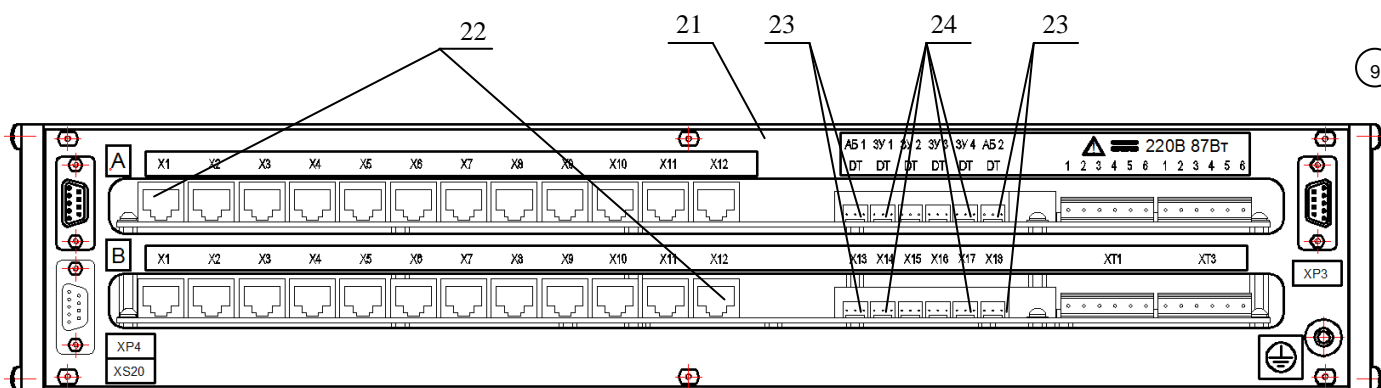
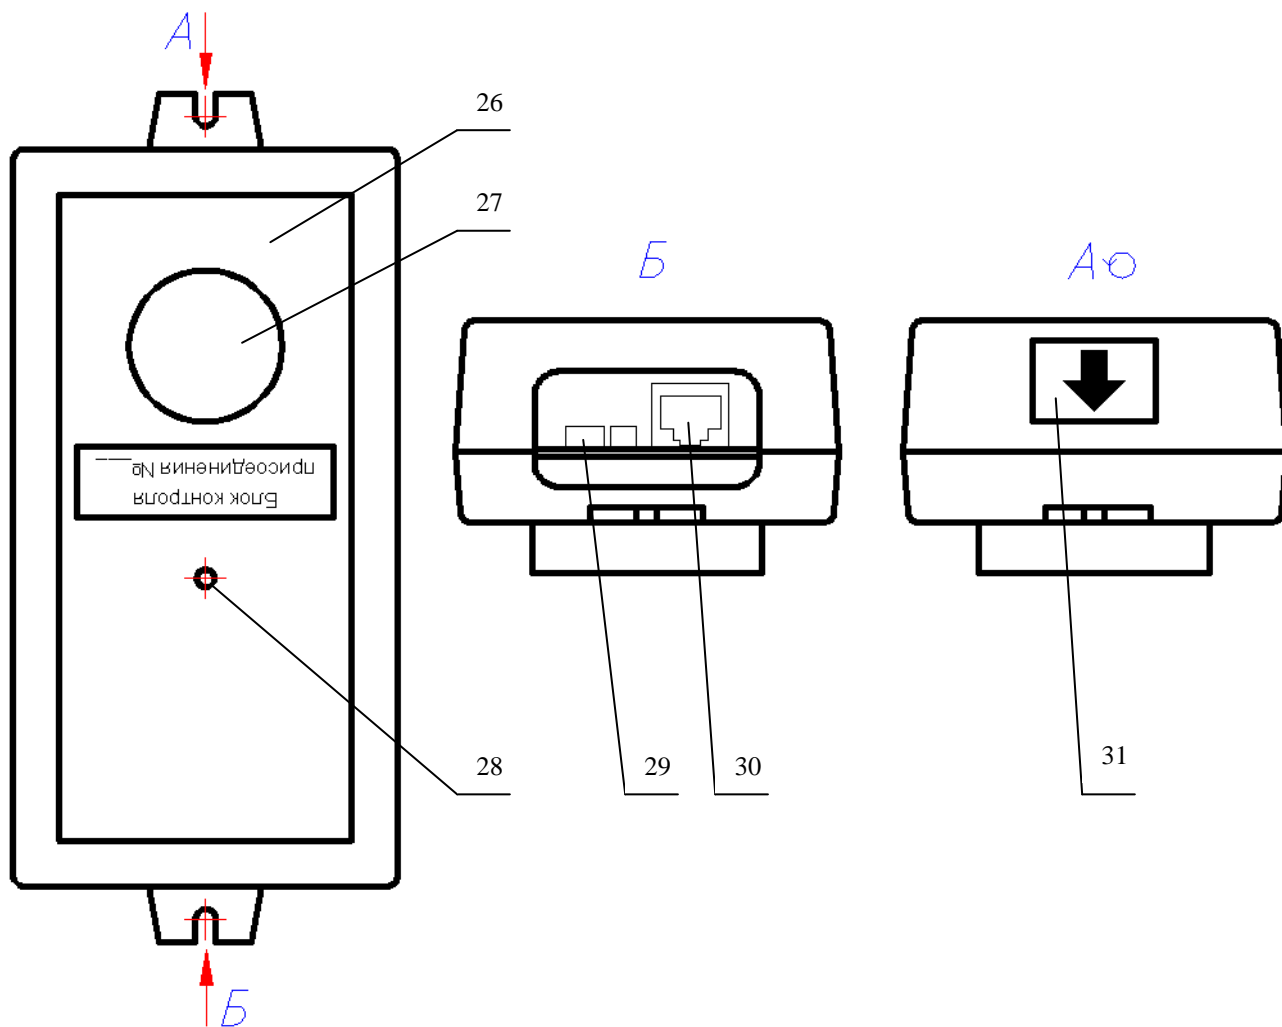
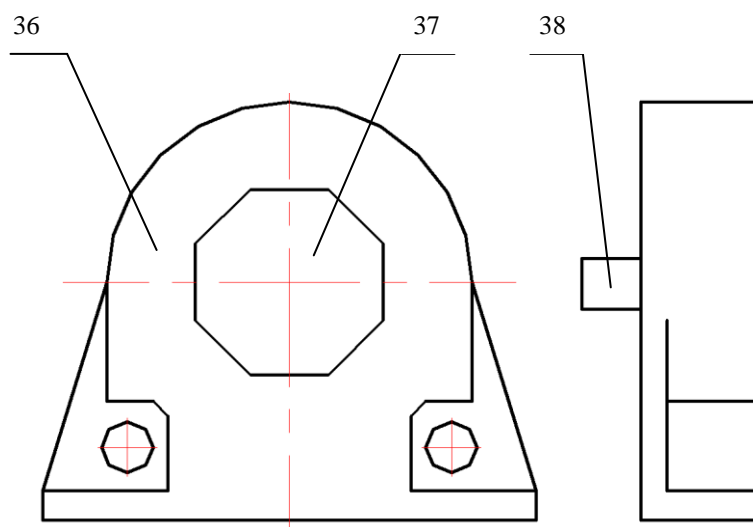
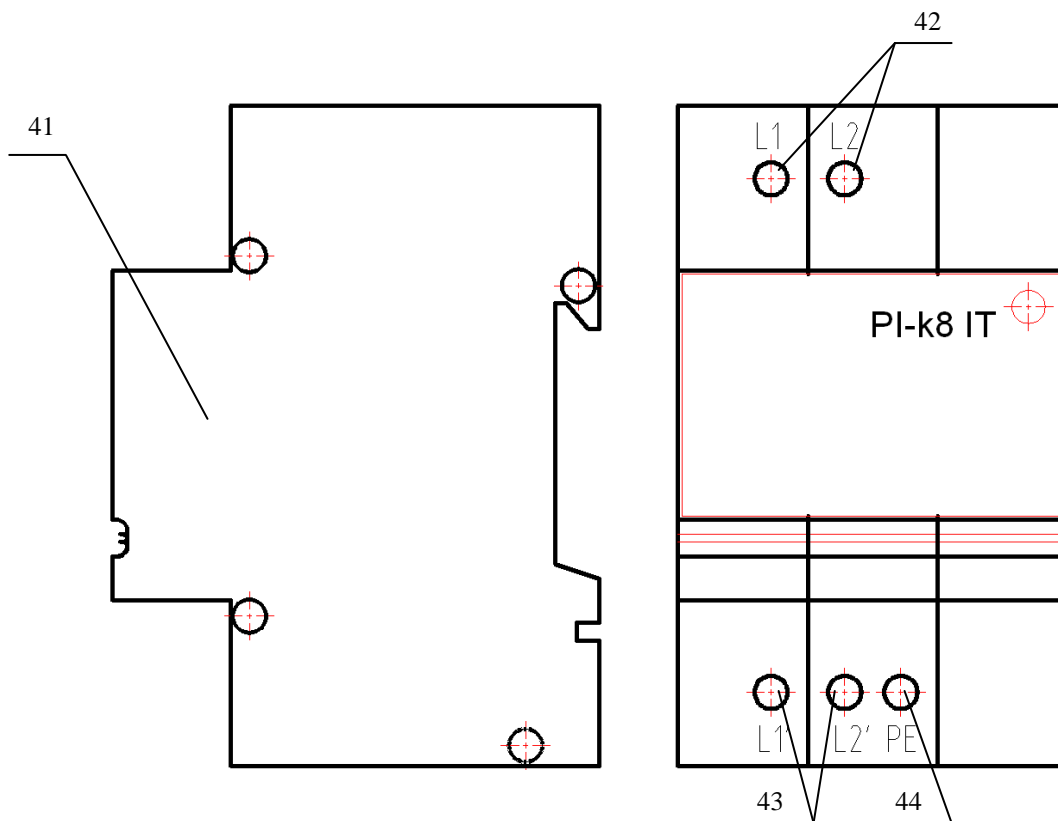

Рисунок 4 – Задняя панель блоков управления ВИСП.411739.005, ВИСП.411739.011 (комплексов ВИСП.411739.004, ВИСП.411739.010 - до 24 присоединений).
Рисунок 5 – Блок контроля присоединения ВСП.411212.002-01
Рисунок 6 – Датчик тока
Рисунок 7 – Помехоподавляющий фильтр
2.2.8 Подключить блоки контроля присоединения А1-А24 поз.26 рис.5 к блоку управления: соединить при помощи патчкордов UTP 5Е разъёмы Х1-Х12 «А», «В» поз.22 рис.4 блока управления и разъёмы Х1 поз.30 блоков контроля присоединения. Выполнить монтаж проводов (кабелей) контролируемых присоединений - подвести их через окно поз.27 рис.5 магнитопровода и корпуса блока контроля присоединения к шинам оперативного тока.
Жгуты датчика напряжения ВИСП.685621.235 из комплекта поставки подключить к разъёму Х4 поз. 29 рис.5 блока контроля присоединения и к соответствующим присоединениям (либо к автоматическим выключателям SF1-SF24).
2.2.9 Датчики тока DT1-DT12 поз. 36 рис. 6 из комплекта поставки разместить на фидерах зарядных устройств, аккумуляторных батарей. Жгуты датчика тока ВИСП.685621.236 из комплекта поставки подключить к разъёмам Х13-Х18 «А», «В» поз.23,24 рис.4 и разъёму поз.38 рис.6 датчиков тока.
2.2.10 Подключить помехоподавляющий фильтр поз.41 рис.7 ко входу комплекса: соединить кабелем питания ВИСП.685621.438 контакты 1,2 клеммной колодки ХТ1 поз.18 рис.4 и клеммы L1', L2' поз.43 рис.7 фильтра.